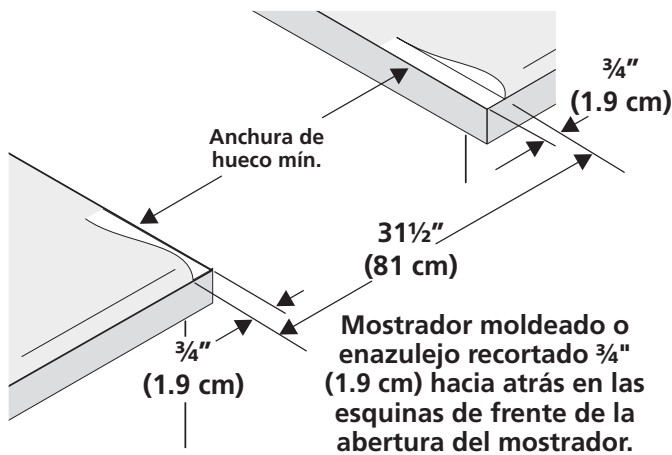
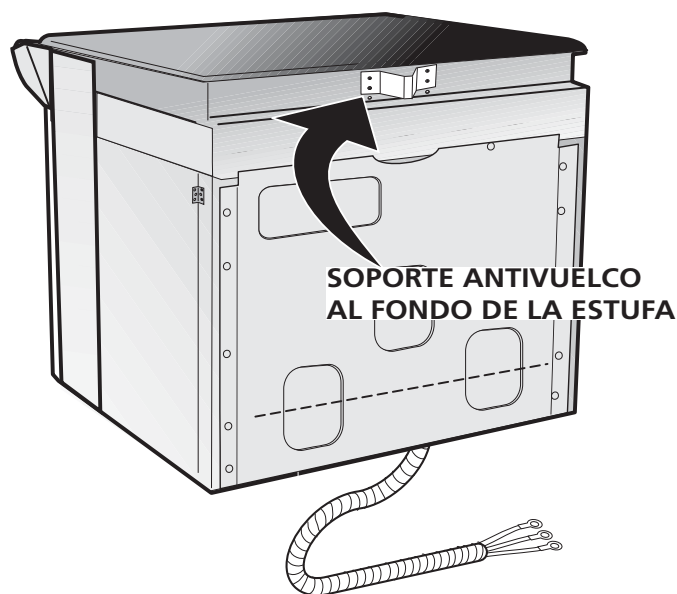

Figura 3
Figura 4
Este electrodoméstico está fabricado con un suministro eléctrico neutro blanco y un alambre de cobre conectado al armazón. El armazón está puesto a tierra por un enlace de la conexión a tierra con la conexión del neutro al final de la línea eléctrica, si es usado en los estados unidos una nueva instalación de circuito de bifurcación (1996 NEC), casa rodante, vehículos recreacionales, o donde los códigos locales no permitan poner a tierra mediante el neutro (blanco) o en Canadá, desconectar la conexión blanca de la verde y utilizar la conexión a tierra para poner a tierra la unidad de acuerdo a los códigos locales, conectar el neutro al circuito de bifurcación-conductor neutro de manera usual. Ver Figura 4. Si su electrodoméstico va a ser conectado a una caja de conexión puesta a tierra de 3 cables (en los estados unidos solamente), donde los códigos locales permitan conectar el conductor de poner a tierra-electrodoméstico con el neutro (blanco) ver Figura 3.
- **El reborde de frente de mostradores moldeados** deben tener bordes moldeados a  $\frac{3}{4}$ " (1.9 cm) a partir de cada extremidad de la apertura (Figura 3).
- **Los mostradores enazulejos** deberán necesitar un recorte de  $\frac{3}{4}$ " (1.9 cm) a partir de cada extremidad y/o un borde redondeado aplanado (Figura 3).
1. Esta estufa puede traer soportes antivuelco, fijados al dorso de la estufa con dos tornillos. Si el grueso del tablero es más de  $\frac{1}{2}$ " (1.3 cm), coloque de nuevo el soporte antivuelco en la posición más baja, de  $\frac{1}{4}$ " (6.4 mm) (Vea Figura 4).